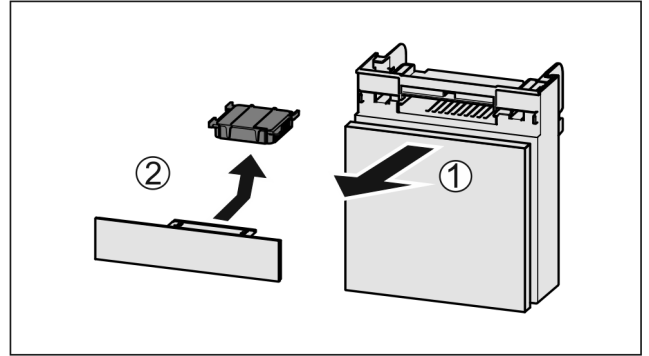

Fig. 34
- ▶ Retire el compartimento hacia delante Fig. 34 (1).
- ▶ Retire el filtro de carbón activo Fig. 34 (2).